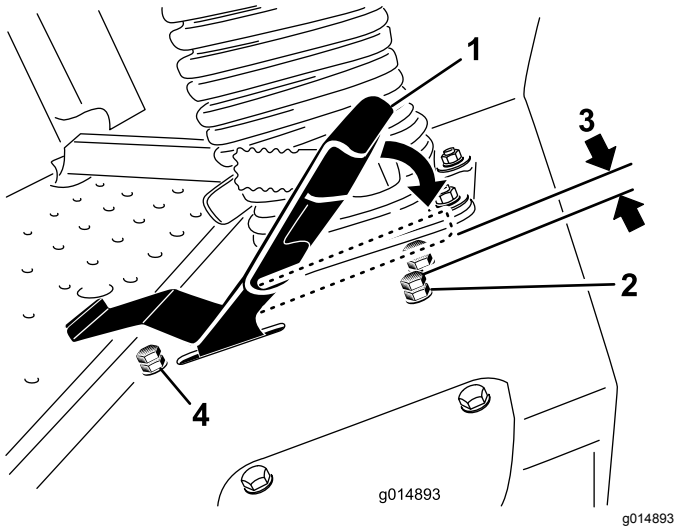

Figure 51
- Desserrez l'écrou de blocage sur le boulon d'arrêt de la pédale de déplacement (Figure 51).